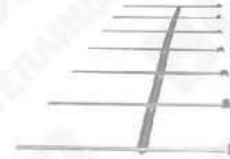

Рис.1
2. Выполняйте сборку в соответствии с фотографиями этапов сборки и узлов, представленными на рис. 1...17. Для исключения возможных остаточных деформаций на промежуточных этапах сборки рекомендуется использовать подставки, например, стулья - для наращивания деталей дуг.